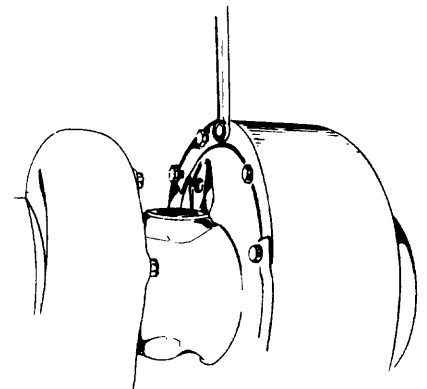

Fig. 1
- 3º paso - *Retire la carcasa del compresor y de la turbina (fig. 1).*